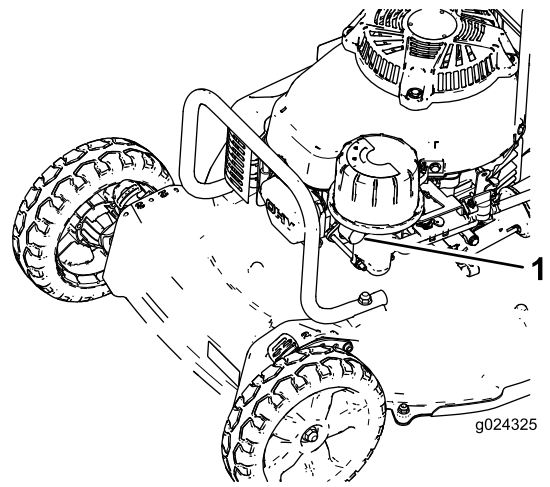

Figura 16
3. Apriete el cebador firmemente (Figura 16), manteniendo presionada la perilla durante un segundo.